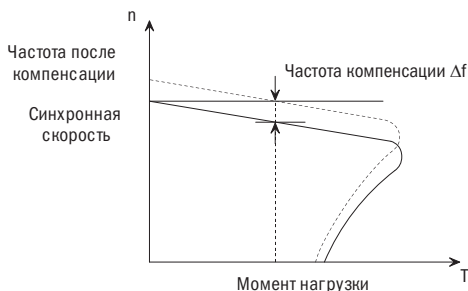

Рисунок 5.40 – Рисунок автоматической компенсации скольжения
- Скольжение ротора двигателя изменяется с моментом нагрузки, что приводит к отклонениям в скорости двигателя. Выходная частота инвертора может быть настроена автоматически посредством компенсации скольжения в соответствии с моментом нагрузки. Таким образом, электрические характеристики механической прочности могут быть улучшены. Смотрите рисунок 5.40.